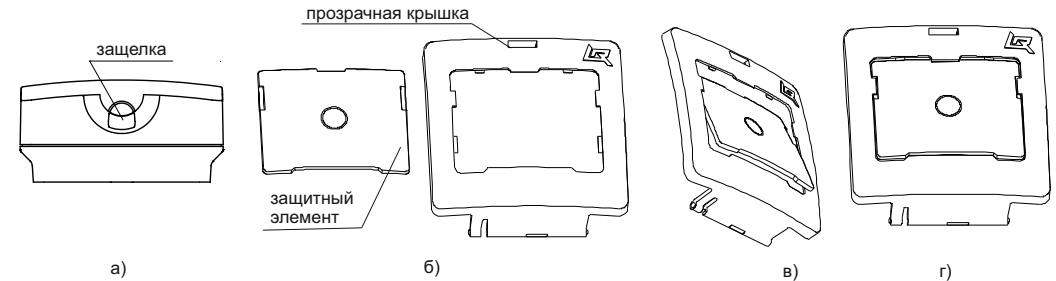

Рисунок 4
6.15 Для установки защитного элемента необходимо открыть прозрачную крышку, поддев защелку в верхней части корпуса острым предметом (Рисунок 4 а). Далее прозрачная крышка показана отдельно от корпуса (снимать крышку с корпуса УДП не следует). Защитный элемент в положении, показанном на рисунке 4 б), ввести верхней кромкой в середину выреза прозрачной крышки (Рисунок 4 в) и, повернув, совмещая плоскости, защелкнуть нажимом на кромки защитного элемента. (Рисунок 4 г).